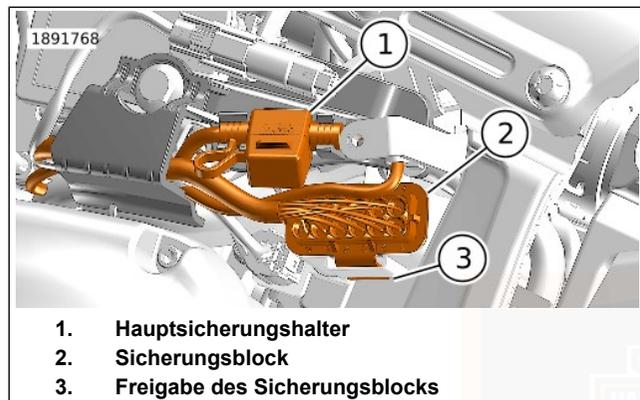
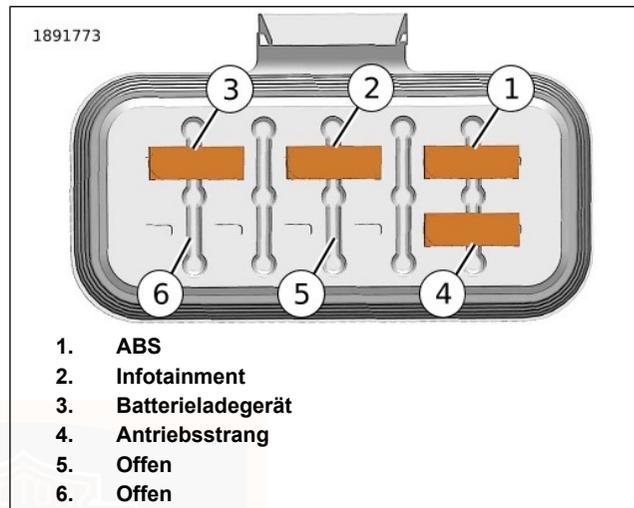

Abbildung 80. Sicherungsbefestigungen
Abbildung 81. Sicherungen
3. Siehe Abbildung 80. Die Abdeckung (1) der Hauptsicherungshalterung entfernen.
3. Siehe Abbildung 80 und Abbildung 81. Sicherungsblock aus der Elektriztafel am Motorrad ausbauen.